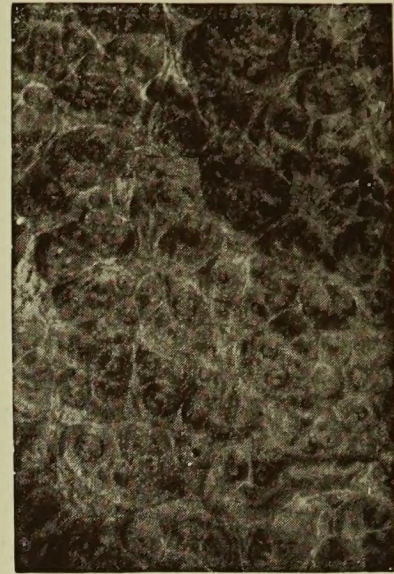

Fig. 9
### D. *Burls* (Fig. 9).
- (f) Burls (Fig. 9).